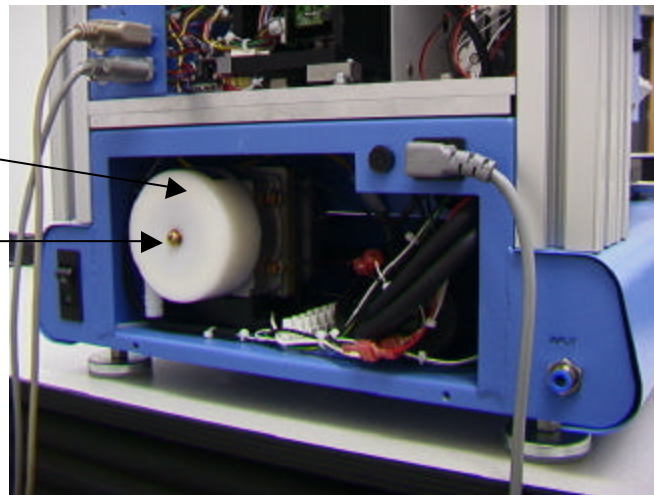

Abbildung 21
- a. Reinigen des Gebläsefilters. Reinigen Sie den Filter alle drei (3) Monate.
- i. Nehmen Sie die Abdeckung auf der Rückseite des TF 1500 ab (Abbildung 21).